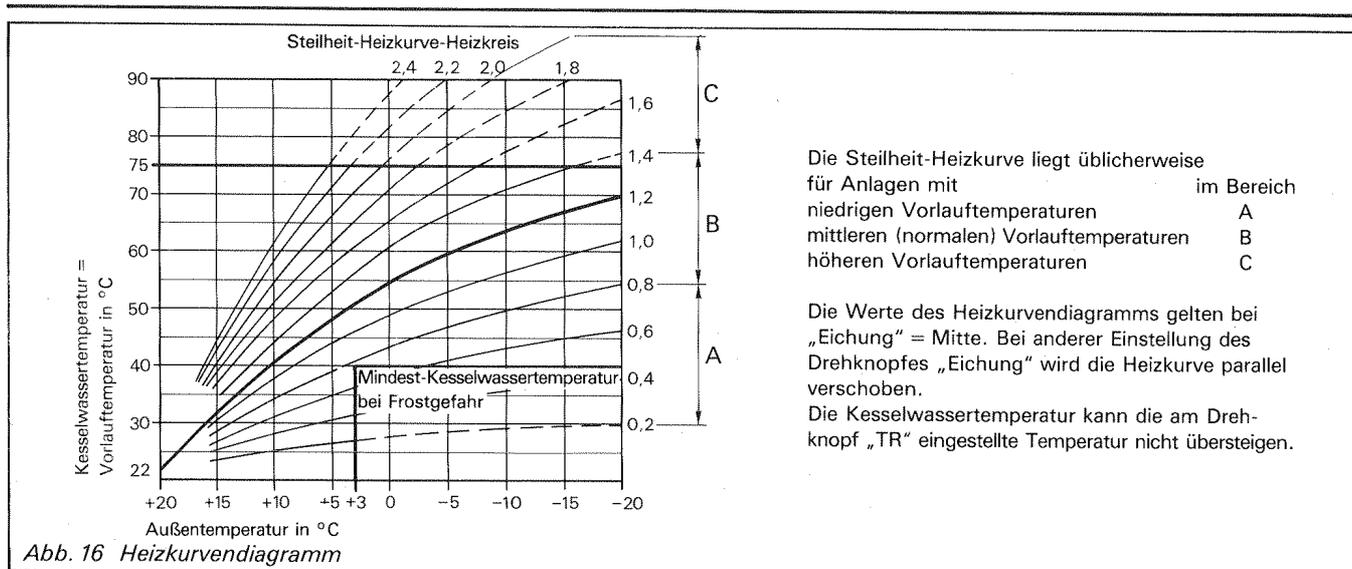
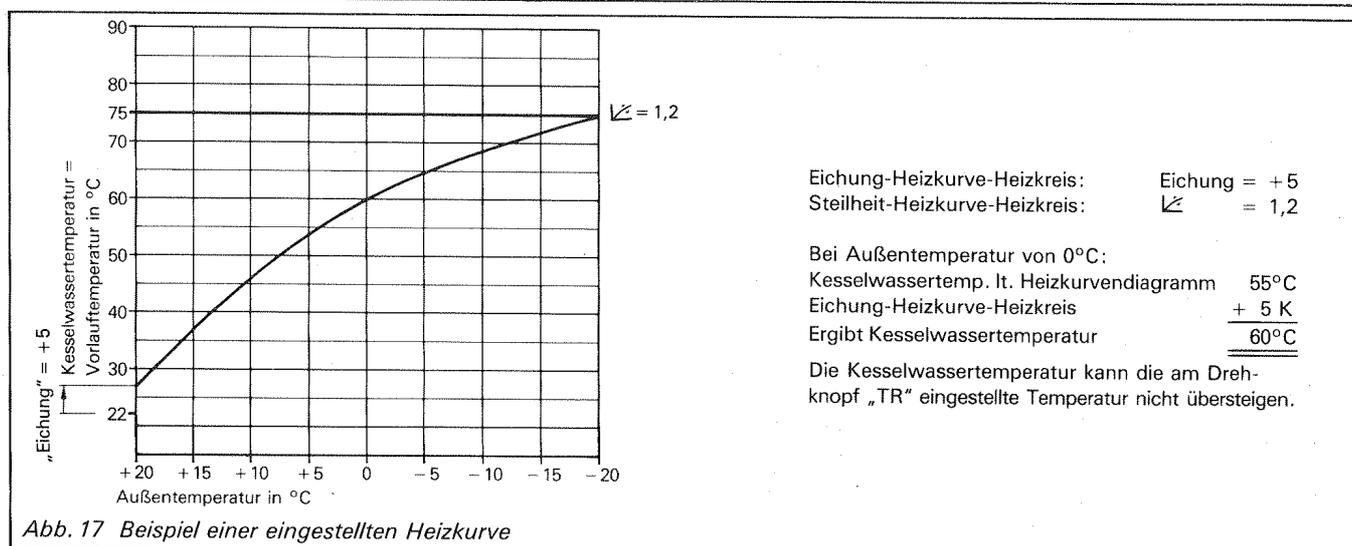

Abb. 16 Heizkurvendiagramm
Abb. 17 Beispiel einer eingestellten Heizkurve
1. Mit dem Drehknopf „ K “ wird die Heizkurve nach dem Heizkurvendiagramm (Abb. 16) eingestellt. Mit dem Drehknopf „Eichung“ kann die Heizkurve zur Anpassung an die baulichen Gegebenheiten parallel verschoben werden (Abb. 17). Der Drehknopf „Eichung“ befindet sich im Gehäuse der Viessmann Trimatik unter der Schaltuhr.
Die Abhängigkeit der Kesselwassertemperatur von der Außentemperatur ist dem Heizkurvendiagramm (Abb. 16)